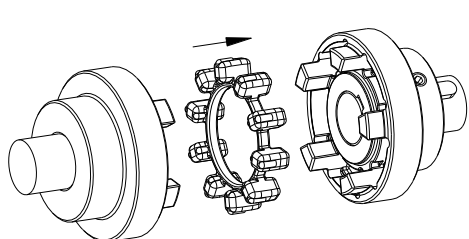

図 19.1: エラストマーリングの取付け
- エラストマーリングまたは DZ エラストマーを駆動側もしくは従動側のハブの爪部分に挿入して下さい。(図 19.1, 19.2 をご参照)